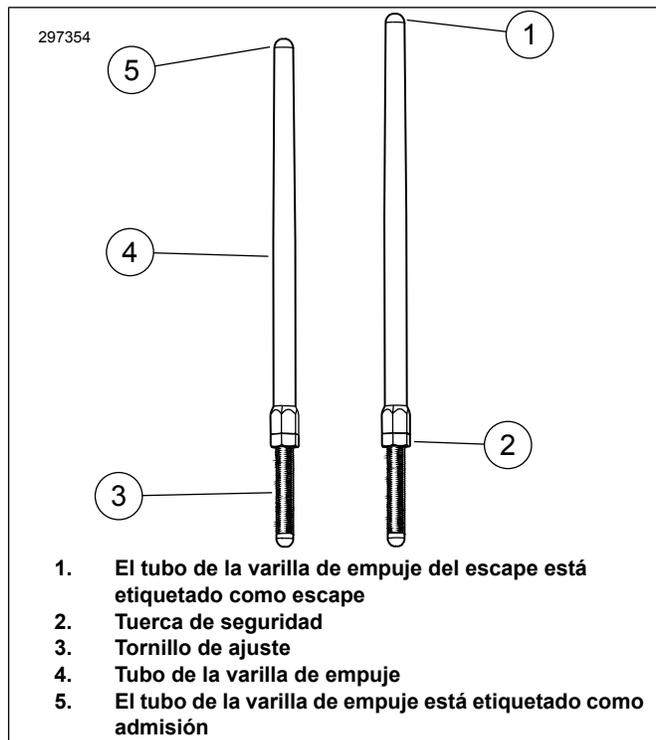

Figura 1. Varilla ajustable
6. Vea la Figura 1. Afloje la tuerca de seguridad en todas las varillas de empuje y ajústelas en su longitud más corta.